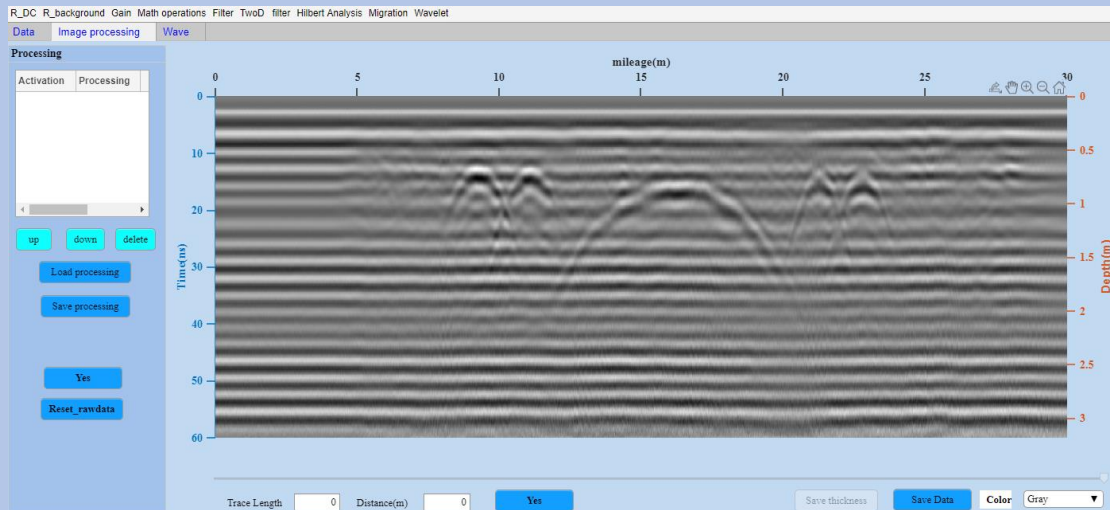

图 8-4 原始数据
(3) 切换到 Image processing 模块，可以观察到原始数据如 图 8-4。